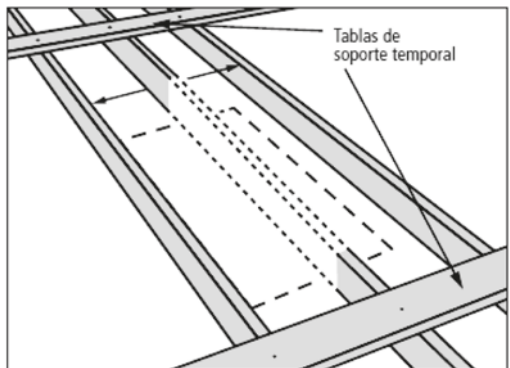

FIGURA 18
B. Para abertura con eliminación de vigas del techo (Figura 18).